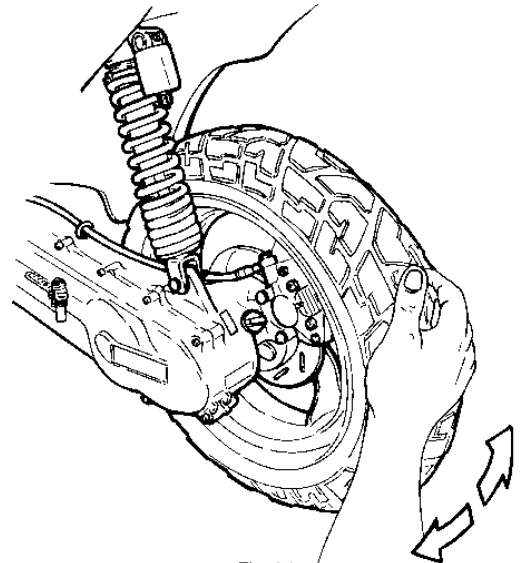

Fig. 34
- Das Spiel der Hinterradachse, d. h. der Drehpunkt des Motors, muß bei auf dem Ständer stehenden Fahrzeug ausgeführt werden. Das Hinterrad mehrfach mit kräftigen Bewegungen seitlich ziehen und drücken (Fig. 34).